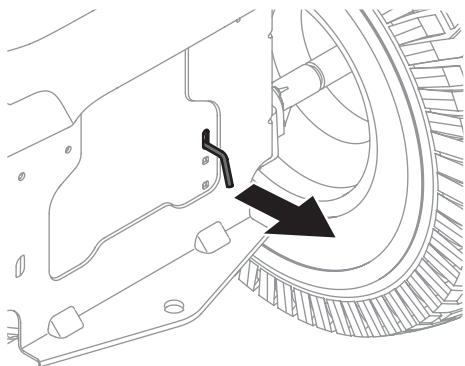

Figura 2-1
1. Acople las varillas de derivación de la transmisión para mover el tractor manualmente sin ponerlo en marcha. Las varillas de derivación de la transmisión están ubicadas en la parte trasera del tractor, sobre el chasis. Acople la varilla de derivación tirando hacia afuera. Vea la Figura 2-1.
2. Después de mover el tractor, desacople la varilla de derivación empujando la varilla hacia adentro. Vea la Figura 2-1.